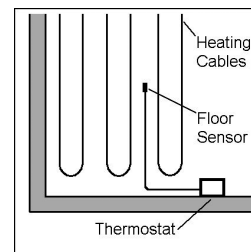

Fig. 1: Positioning of the floor sensor/ Fig. 1: Plassering av gulvsensor/ Bild 1: Placering av gulvsensor
- Gulvsensoren skal plasseres sentrert mellom to varmekabelstrenger i gulvet før støpearbeidet starter. Det anbefales å installere sensoren i et fleksibelt el-rør som legges i selve gulvet og trekkes helt opp til veggboxen. Røret skal tettes i enden med tape for å unngå at støpmasse trenger inn. Det anbefales at røret plasseres så nær gulvoverflaten som mulig (fig. 1)
- Gulvsensorn ska placeras mitt mellan två varmekabelsträngar i golvet innan stöpningsarbetet påbörjas. Det rekommenderas att sensorn installeras i ett flexibelt elrör som placeras i själva golvet och dras ända upp till väggdosa. Rørets ände tätas med tejp för att förhindra gjutmassa från att tränga in. Det rekommenderas att røret placeras så nära golvytan som möjligt (bild 1)